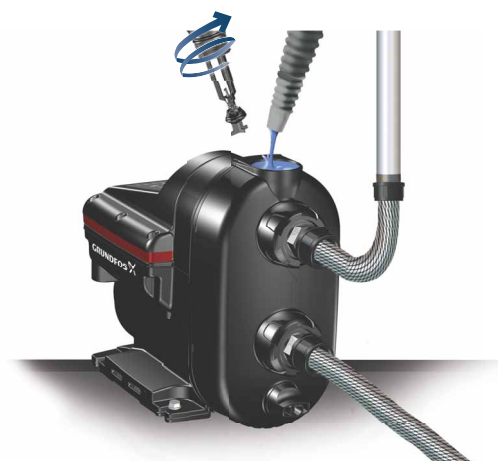

Fig. 9 Amorçage de la pompe
1. Dévisser la vis d'amorçage et verser au moins 1,7 litres d'eau dans le corps de pompe. Voir fig. 9.